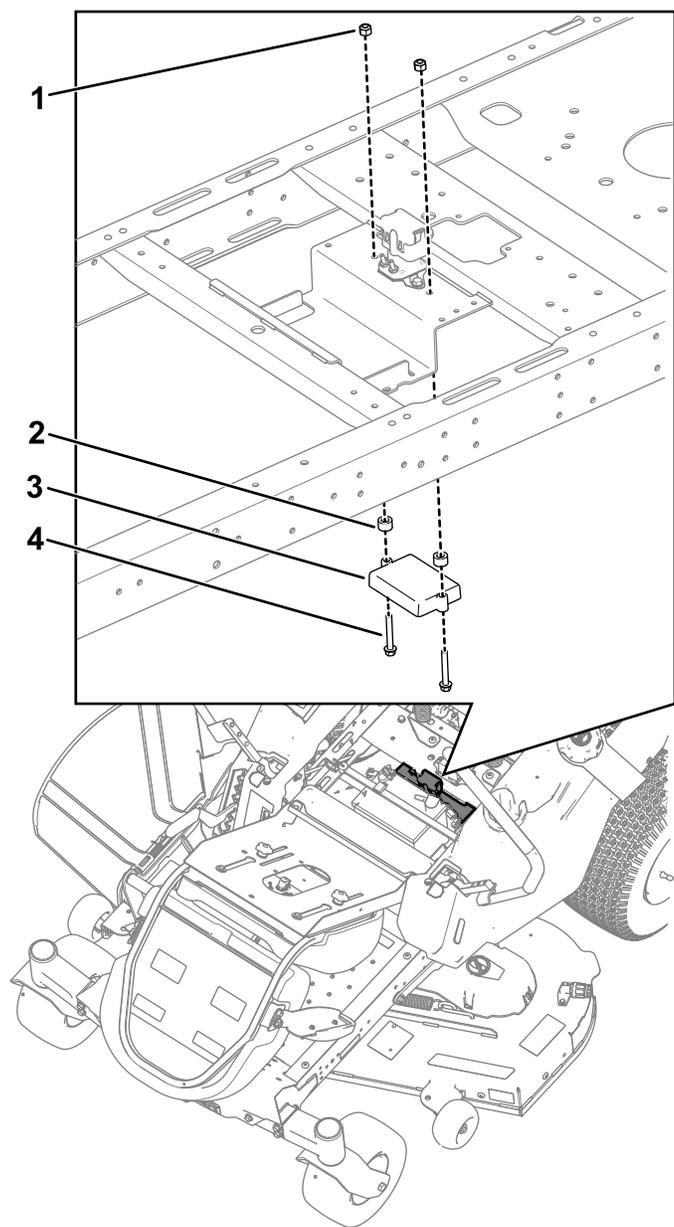

Figura 3
2. Instale el módulo del sensor debajo de la bandeja de la batería usando 2 pernos, 2 espaciadores y 2 tuercas (Figura 3).